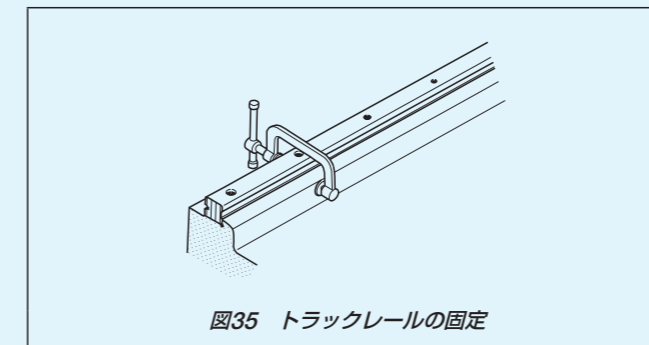

図35 トラックレールの固定
- ・ベッドの取付基準面にトラックレール I、IIの取付基準面を正しく合わせ、小形のバイスなどを用いて密着させ、同じ位置にある固定ボルトを締め付けます(図35参照)。